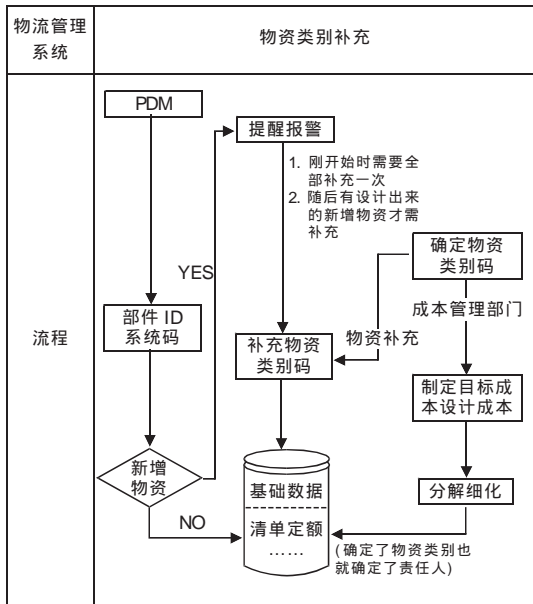

图3 物资类别码补充流程
1)在新系统中,贯穿整个系统的主要有三大编码: 部件ID、系统码、物资类别码。其中与成本有关的是系统码和物资类别码。引入物资类别码的作用,主要是要统一整个公司(包括财务、物资、成本管理部门)在物资管理上的统计口径。物资类别码目前考虑由物资部门补充并维护,这比较可行,如图3。